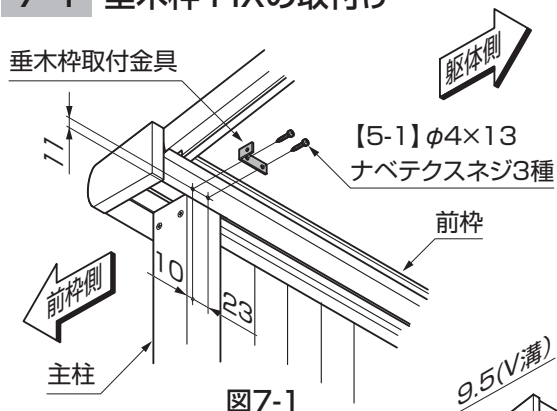
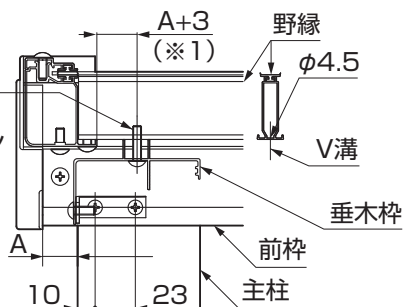
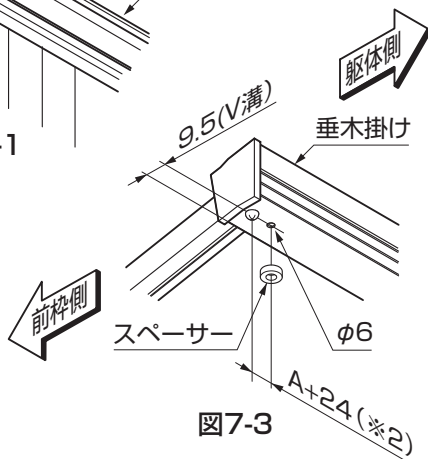

図7-1
図7-2 主柱との位置関係
図7-3
●垂木柵取付金具の取付位置は、主柱の位置により変動します。(図7-2参照)
- ①主柱の外側面から10mmの位置のV溝に、ネジ固定箇所印をつけてください。(図7-1参照)
- ②垂木柵取付金具を前柵に【5-1】で取付けてください。
- ③野縁に垂木柵取付用の下孔φ4.5を加工してください。(図7-2参照)
- ④垂木掛けに垂木柵取付用の下孔φ6を加工してください。(図7-3参照)
- ⑤垂木掛けの下面の④で加工した孔に合わせて、スペーサーを貼付けてください。
●野縁と垂木掛けの下孔加工位置(※1、※2)は、主柱の位置により変動します。前柵の形材端部から主柱外面までの寸法Aを計測して、取付位置を確認してください。(図7-2、図7-3参照)